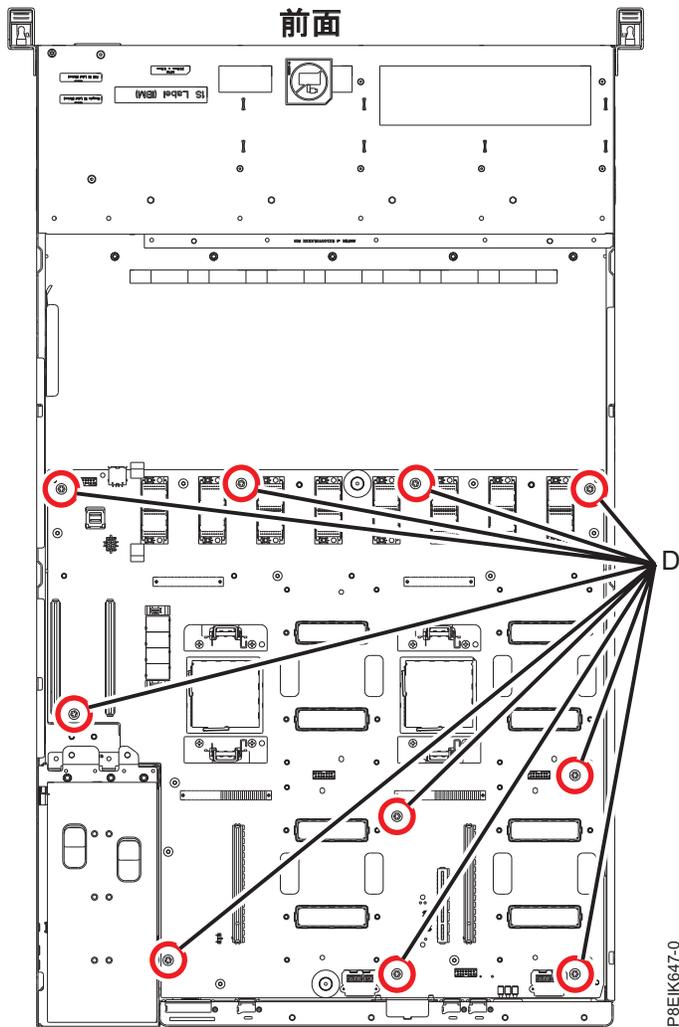

図 117. システム・バックプレーンのねじの位置
13. 10 本の黒色の六角ねじ (D) を緩めてシステム・バックプレーンから取り外します。ねじの位置は 104 ページの図 117 に示しています。